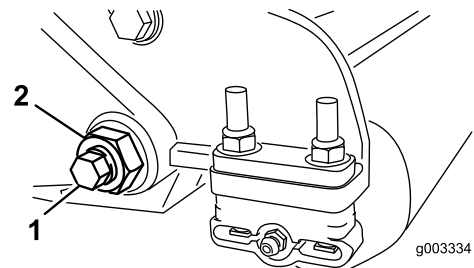

Figura 30
3. Su ciascun lato della macchina, allentate il dado di bloccaggio che fissa il bullone della barra di appoggio (Figura 30).
4. Togliete ciascun bullone della barra di appoggio consentendo alla barra di appoggio di essere tirata verso il basso e rimossa dal bullone della macchina (Figura 30).